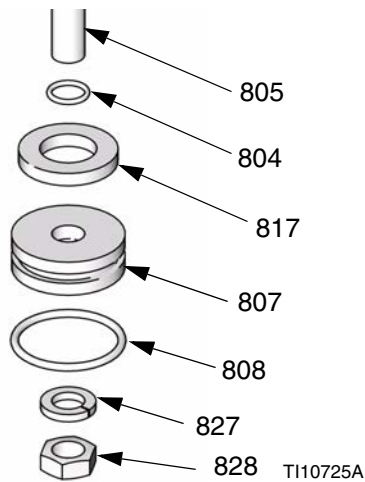

FIG. 35: Pistón del puesto doble corto
4. Coloque la biela (805) en un banco u otra superficie de trabajo.
5. Retire la tuerca (828), arandela (827), pistón (807), amortiguador (817) y las dos juntas tóricas (804 y 808). Vea la FIG. 35.